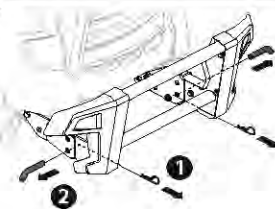

Figura 57
1. Quite los dos pasadores de chaveta, y luego tire de los pasadores. Consulte la Figura 57.